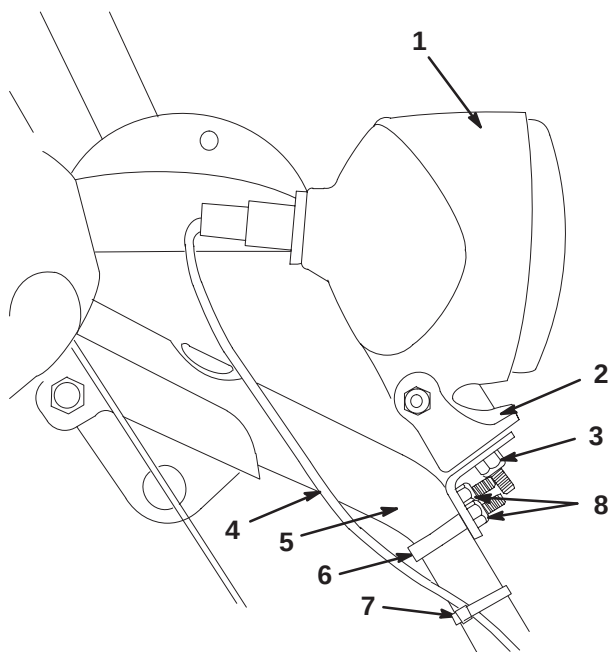

Bild 3
5. Befestigen Sie die Halterung mit der U-Klemme, den zwei Scheiben und zwei Sicherungsmuttern (1/4 Zoll) aus dem Kit an der rechten Seite des Griffs (Bild 3).
6. Befestigen Sie den Scheinwerfer mit der Schraube (5/16 Zoll) aus dem Kit an der Halterung (Bild 3).
7. Stecken Sie den Kabelstecker (mit dem Kunststoffclip unten) direkt hinten in den Scheinwerfer, bis er ganz fest sitzt (Bild 3).
8. Befestigen Sie den Kabelbaum mit einer Kunststoffkabelbinde (aus dem Kit) oben rechts am Griff, ungefähr 2,5 cm unter der U-Schraube (Bild 3).